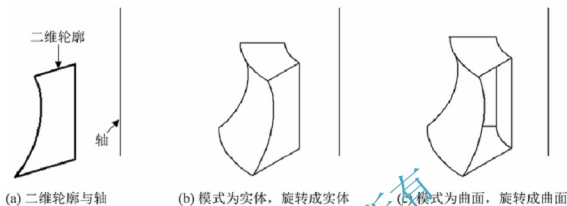

图 11-19 封闭对象不同旋转模式下对应的效果
(1) 【模式(MO)】：用于设定旋转是创建曲面还是实体，如图 11-19 所示。